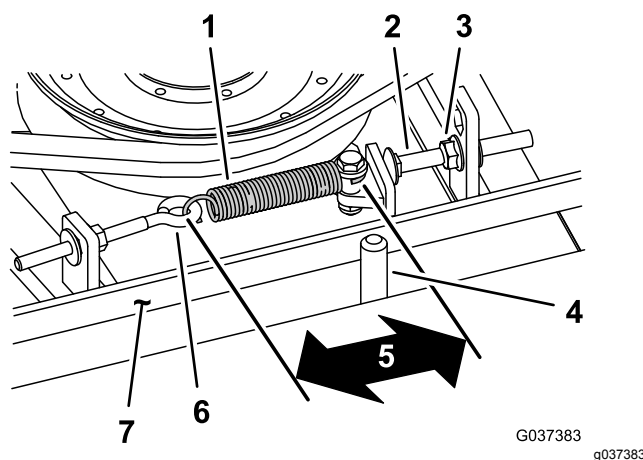

Figura 114
Quando a tensão estiver correta, a medida interior da mola de extensão (gancho a gancho) deverá ser de cerca de 8,3 cm a 9,5 cm. Logo que se obtenha a tensão correta da mola, ajuste o pino de fecho (parafuso da carroçaria) até haver uma folga aproximada de 2 a 5 mm entre a cabeça do parafuso e o braço intermédio (Figura 114).
Nota: Certifique-se de que correia está colocada no lado da mola do guia da correia (Figura 114).
2. Desaperte o parafuso com olhal (Figura 114).
3. Desaperte a porca flangeada que prende o pino de fecho à patilha de montagem e afaste a polia intermédia da correia (Figura 114).
9. Ligue a mola de extensão (Figura 114) ao parafuso de olhal e aplique a tensão na correia como se segue: